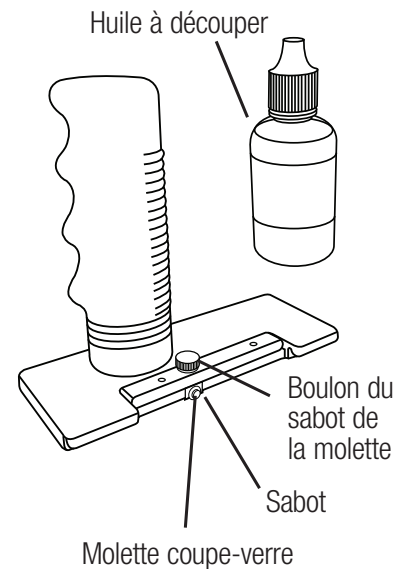

Fig. 42
2. Faites glisser la butée du rail à son extrémité ou la retirer (**Fig. 42**).